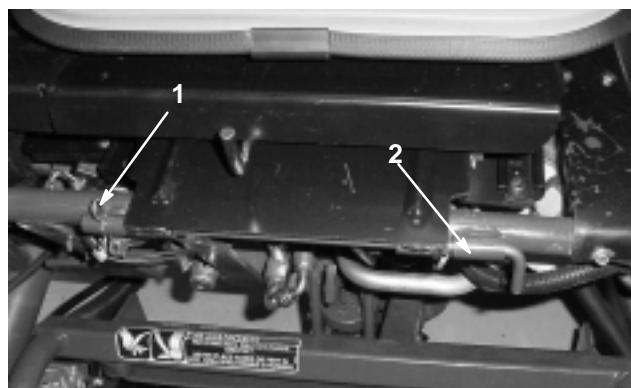

Figure 6
- Montez l'ensemble siège à la position de conduite (Fig. 6). Montez la tige de pivot du siège et la goupille fendue.